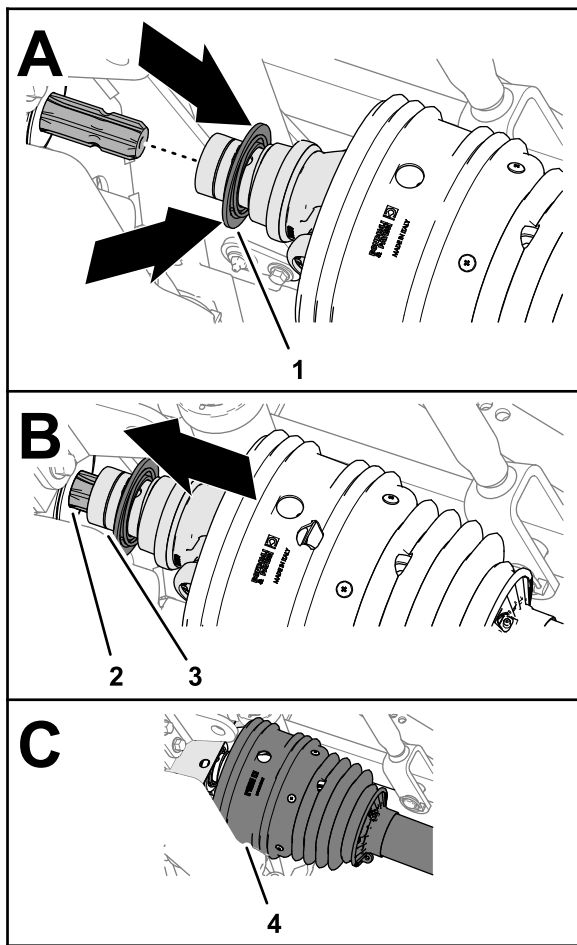

Figura 27
3. Tire hacia atrás del anillo de bloqueo de la horquilla del árbol de transmisión (Figura 27).
- Tire hacia atrás del anillo de bloqueo y empuje la horquilla del árbol de transmisión hacia adelante, colocando el alojamiento de la horquilla sobre las estrías del árbol de salida de la TDF (Figura 27).
- Asegúrese de que el protector está posicionado sobre la horquilla del árbol de transmisión (Figura 27).